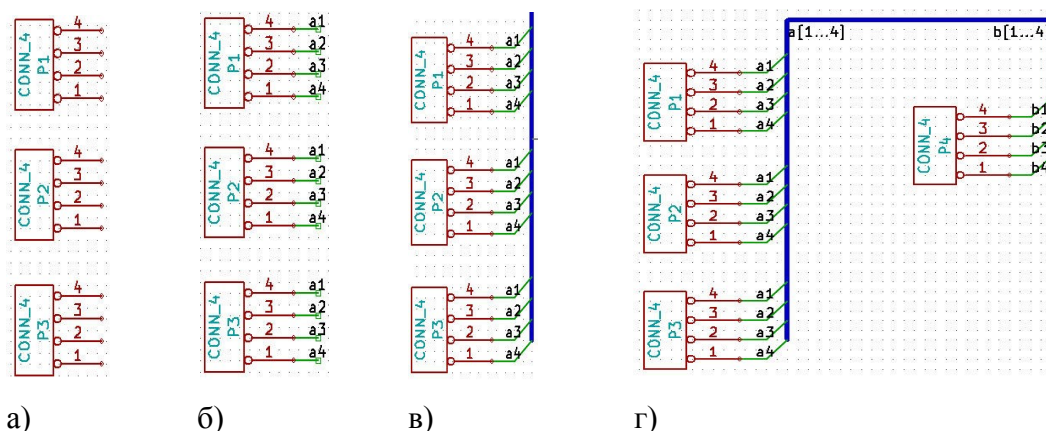

Рисунок 15 Соединение при помощи шин
4. Здесь будет показано, что короткий провод, соединенный с выводами (Рисунок 15 б) совершенно не обязателен. Фактически, метки можно было нанести прямо на выводы.
6. Подключите и промаркируйте **P4**, используя метод нанесения меток, описанный выше. Обозначьте выводы b1, b2, b3 и b4. Подключите выводы: **Разместить ввод проводника в шину**, используя иконку  и **Разместить шину**, используя иконку , см. Рисунок 15 г).
10. При соединении двух шин вместе, вывод a1 будет автоматически соединен с выводом b1, a2 будет соединен с b2 и т. д., рисунок 15 г) показывает, как выглядит конечный результат.